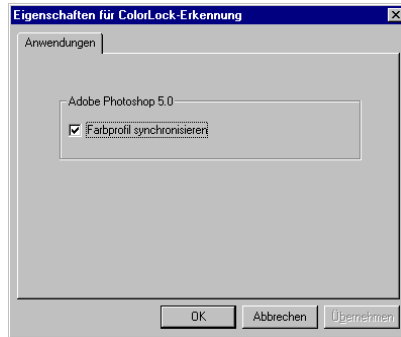

Abbildung 1-5 Fenster Eigenschaften für ColorLock-Erkennung (Synchronisation aktiv)
2. Klicken Sie auf das Kontrollkästchen **Farbprofil synchronisieren**, so daß dieses wie in Abbildung 1-5 durch ein Kreuz markiert ist. In der Standardeinstellung ist das Kästchen deaktiviert.